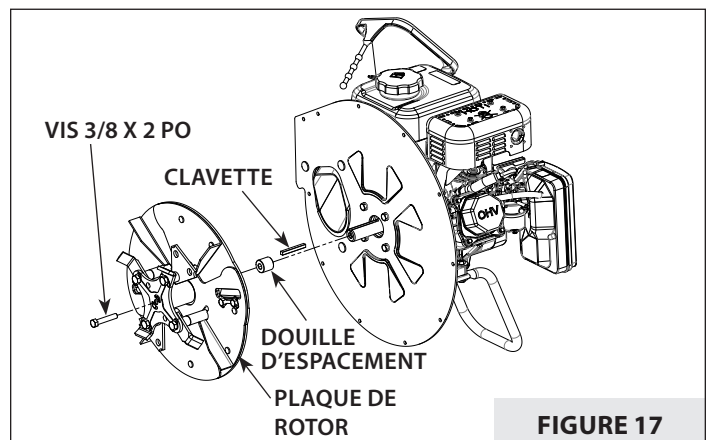

FIGURE 17
5. Avec précaution, retirer la plaque de rotor, la douille d'espacement et la clavette du vilebrequin. **VOIR FIGURE 17.**
- Remettre le rotor en place sur le vilebrequin en veillant à remonter la douille d'espacement et la clavette. **VOIR FIGURE 17.**